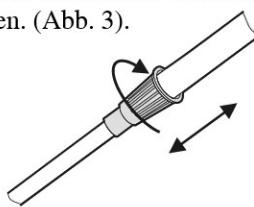

Abb.3
3. Drehen Sie die Klemmmutter des Schafts zum Lösen rechts herum. Verlängern oder verkürzen Sie den Schaft so, dass sich die Suchspule bündig zum Boden und ca. 0,5 Zoll oberhalb des Bodens befindet, wenn Sie aufrecht stehen und den Detektor mit entspannt herunterhängendem Arm in der Hand halten. (Abb. 3).